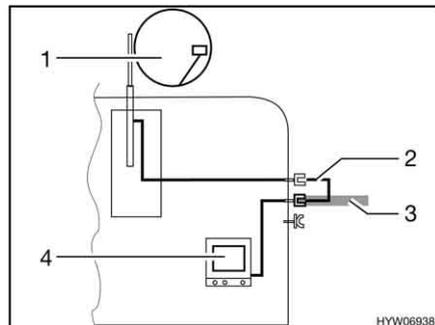

Bild 176 TV im Fahrzeug
- TV im Fahrzeug (Bild 176,4): Anschluss an Dachantenne (Bild 176,1) mit Verbindungskabel (Bild 176,2)
- TV im Fahrzeug (Bild 176,4): Anschluss an externe Antenne (Bild 176,3)